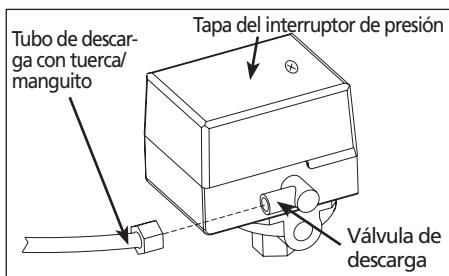

Figura 2
- Quite el tubo de descarga de la válvula de descarga que se encuentra en el lado del interruptor destornillando la tuerca y tirando el tubo hacia afuera (vea la figura 2).